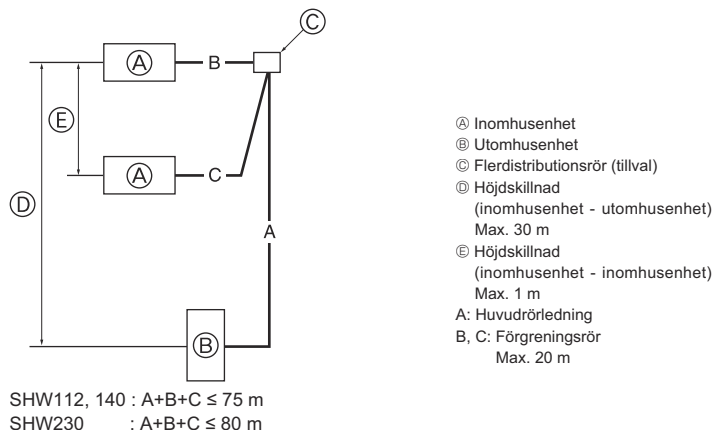

Fig. 4-10
4.8. För dubbla/tredubbla/fyrdubbla kombinationer (Fig. 4-10) (endast för luftkonditioneringar)